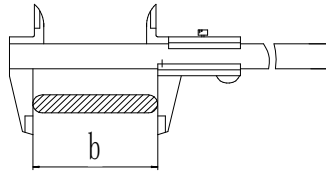

图 2 隔离开关触头测量示意图
4.1.1 确定需要测量隔离开关触指压力的触头接触面的宽度  $b$ （用游标卡尺测量，见图 2）；